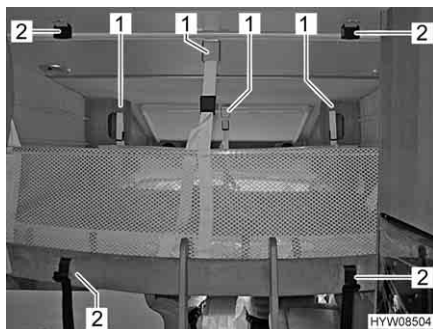

Fig. 39 Letto basculante con rete protettiva montata
- Allentare le cinture di ritegno (Fig. 39,2).
- Staccare le cinture di ritegno (Fig. 39,1) e sistemare la rete protettiva sotto il materasso.
- Assicurare il letto basculante al soffitto mediante cinture di ritegno (Fig. 39,2).
- Agganciare le cinture di ritegno (Fig. 39,1) ai ganci del soffitto.